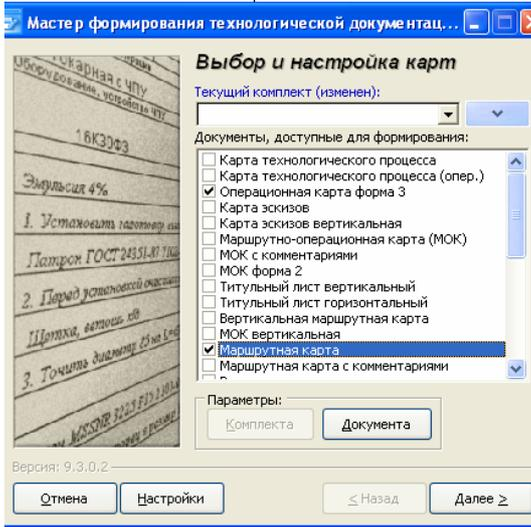
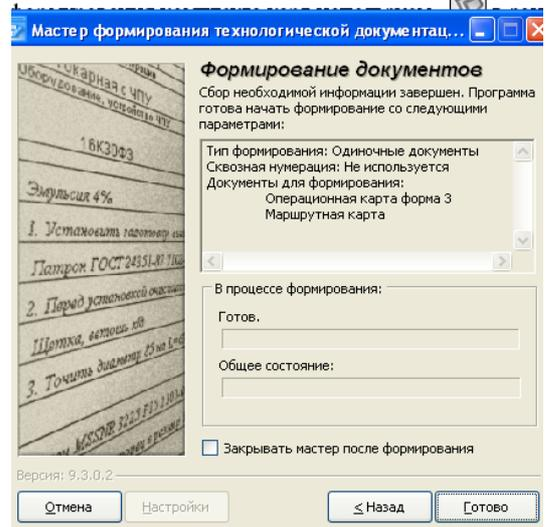

Рисунок 19 – Выбор шаблонов карт
Рисунок 20 – Окно формирования
14. Для формирования комплекта карт используем кнопку  в зоне «Процедуры». Открывается диалоговое окно для выбора шаблона карт. Ставим галочки напротив необходимых карт (рисунок 19), нажимаем «Далее», а в следующем окне – кнопку «Готово» (рисунок 20).